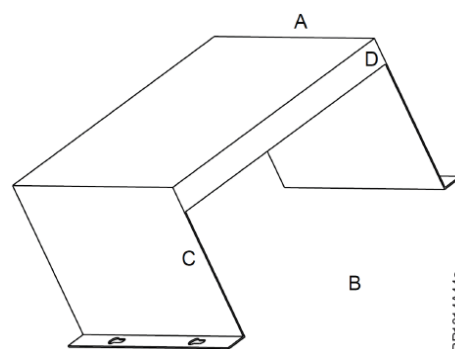

Fig. 3-4: UV-kåpa (förslag)
- NI-DV är inte lämpad för installation på platser där den utsätts för direkt solsken. Plastkåpor och skruvkopplingar har ingen certifiering för UV-skydd. Vid installation i det fria måste man säkerställa att NI-DV är skyddad mot direkt solsken. Förslag på en UV-kåpa finns i fig. 3-4 och tabell 3-2.